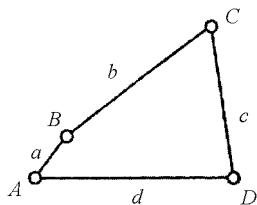

图 5-1
1. 如图 5-1 所示的四杆机构中,各杆长度为  $a = 25 \text{ mm}$ ,  $b = 90 \text{ mm}$ ,  $c = 75 \text{ mm}$ ,  $d = 100 \text{ mm}$ , 试求: